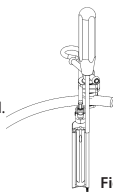

Figura 16
- Escolher os **Parafusos de ATP** (UL-0360 a UL-0378) com base no comprimento da lâmina, use a **Chave de fenda lateral** (como ML-0055) para aparafusar no corpo vertebral. O parafuso deve entrar em uma canulação na **Lâmina de ATP canulada**. (Figura 16)